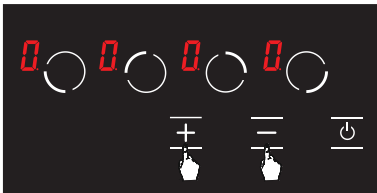

Abbildung 12
2. Bei allen Heizplatten wird die Temperatur mit den Tasten **+** und **-** auf die Stufe **0** gebracht. (siehe Abb. 12) Nach 20 Sekunden schaltet sich die Kochplatte automatisch aus.